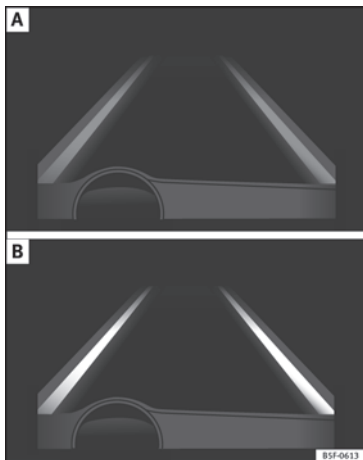

Fig. 189 Sur l'écran du combiné d'instruments : indication sur l'écran de l'assistant de maintien de voie (exemple 1).
- L'assistant est activé, mais indisponible car la vitesse minimale n'a pas été atteinte ou car il ne reconnaît pas les lignes des voies »» fig. 189 A.
- L'assistant est activé et disponible, il reconnaît les deux lignes de la voie. Il n'est pas en train de corriger la trajectoire »» fig. 189 B.